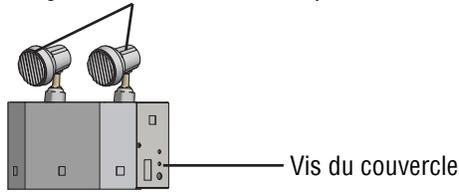

Figure 2
2. Pour ouvrir l'unité, dévisser la vis du couvercle située sur le côté de l'unité (Figure 2). Le couvercle du devant est articulé, on peut l'ouvrir et le basculer vers l'arrière afin de dégager l'accès.